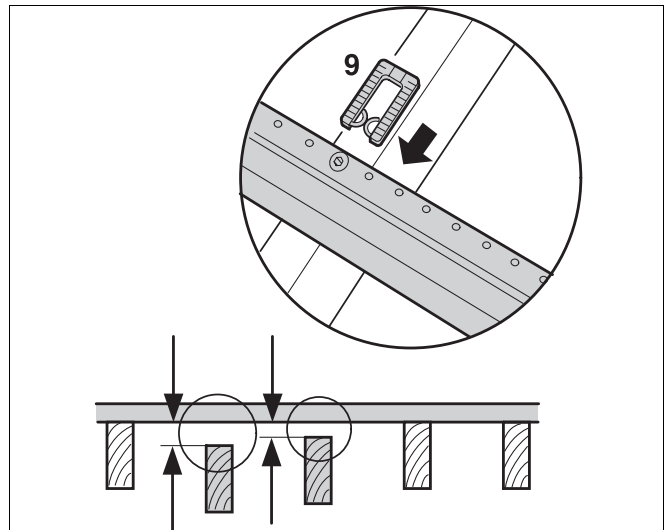

Abb. 15 Höhenausgleichsscheiben unterlegen
Falls höhere Dachlatten als 28 mm verwendet wurden, müssen die Höhenausgleichsscheiben (9) zwischen dem Z-Profil und den Dachsparren gelegt werden (siehe Abb. 15).
- Ausrichtung nochmals prüfen (Maß (D) und seitliche Überdeckung).